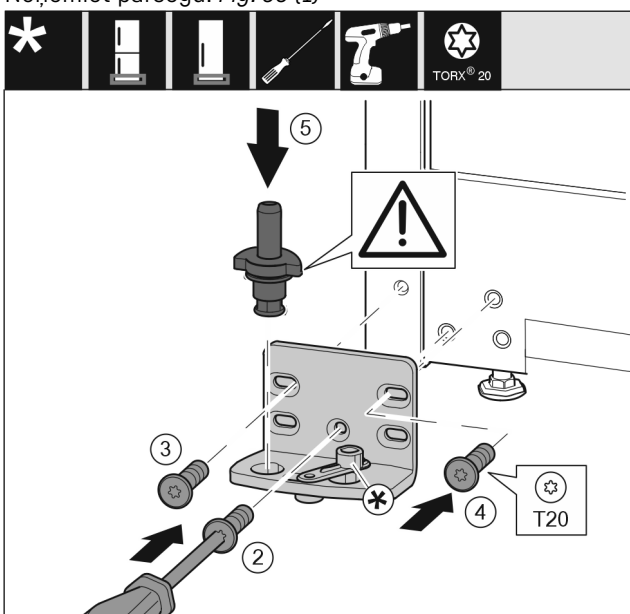

Fig. 36
- ▶ Pielieciet gultņa balstu otrajā pusē un pieskrūvējiet ar skrūvgriezi T20. Sāciet apakšā pa vidu ar skrūvi 2. Fig. 36 (2)
- ▶ Pieskrūvējiet skrūvi 3 un 4. Fig. 36 (3,4)
- ▶ Ievietojiet pilnīgi gultņa tapu. Uzmaniet, lai aizmugurē būtu vērsts virzienā uz aizmuguri. Fig. 36 (5)
- ▶ Pielieciet gultņa balstu otrajā pusē un pieskrūvējiet ar skrūvgriezi T20. Sāciet apakšā pa vidu ar skrūvi 2. (2)
- ▶ Pagrieziet durvju amortizatora savienojumu par 180°. Pieskrūvējiet ar skrūvgriezi T20 gultņa balsta otrajā pusē. (5)
- ▶ Ievietojiet pilnīgi gultņa tapu. Uzmaniet, lai aizmugurē būtu vērsts virzienā uz aizmuguri. (6)